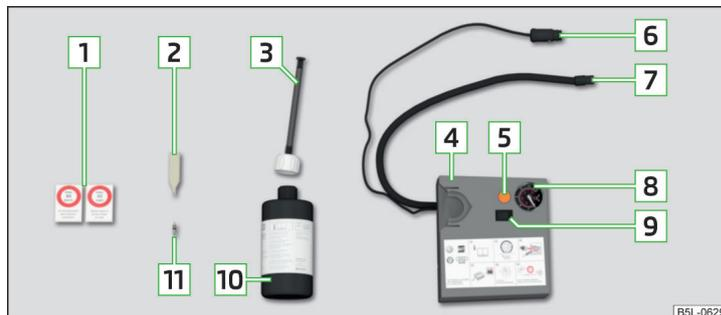

Fig. 170 Descripción del kit de averías
- Introducir el atornillador de inserto de válvula **[2]** » fig. 170 de la pág. 152 sobre el inserto de válvula de la manera que el inserto de válvula cabe en la ranura del atornillador de inserto de válvula.
- Agitar fuertemente y varias veces la botella **[10]** » fig. 170 de la pág. 152.
- Enrosque fija la manguera de llenado del neumático **[7]** » fig. 170 de la pág. 152 sobre la válvula del neumático.
- Pegue la etiqueta adhesiva correspondiente **[1]** » fig. 170 de la pág. 152 sobre el tablero de instrumentos en el campo visual del conductor.